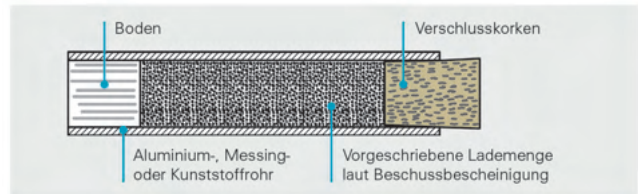

Abb. 52: Dosierung der Pulvermenge für einen Schuss (abgepackte Einzelladung)
- Die vorgeschriebenen Pulverladungen sind abzuwiegen oder mit einem Messbecher entsprechend den Angaben in der Beschussbescheinigung als abgepackte Einzelladungen vor dem Schießen abzufüllen (s. Abb. 52). Aus Sicherheitsgründen hat dies möglichst bereits zu Hause, in einem geschlossenen Raum, zu erfolgen. Während dieser Tätigkeit sind der Aufenthalt unbefugter Personen, offenes Licht und Feuer sowie das Rauchen im Raum verboten.